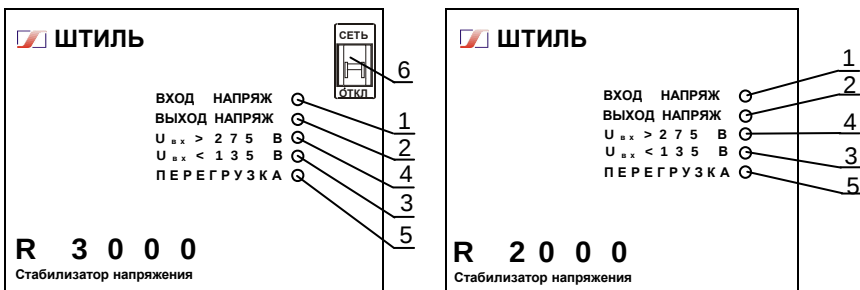

Рисунок 4.1 Передние панели стабилизаторов
На передней панели (рисунок 4.1) расположены индикаторы: ВХОД НАПРЯЖ (1), ВЫХОД НАПРЯЖ (2), «Увх>275 В» (4), «Увх<135 В» (3), ПЕРЕГРУЗКА (5) и *выключатель-автомат (6) СЕТЬ (в модели R3000)*.